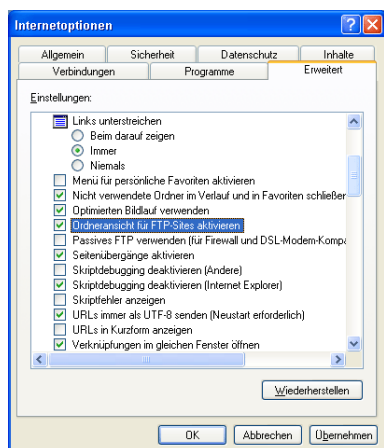

Abb. 3.12: Einstellung „Ordneransicht für FTP-Sites aktivieren“
- „Ordneransicht für FTP-Sites aktivieren“ muss aktiviert sein (siehe Abb. 3.12.)